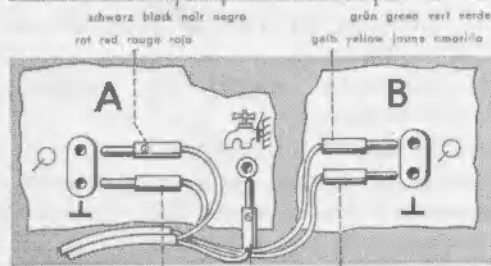

Fig. 5
b) Stereo-Wiedergabe nach Fig. 5.
b) Stereo reproductions in accordance with Figure 5.
Conformément à la figure 5.
b) Reproducción estereofónica: fig. 5.